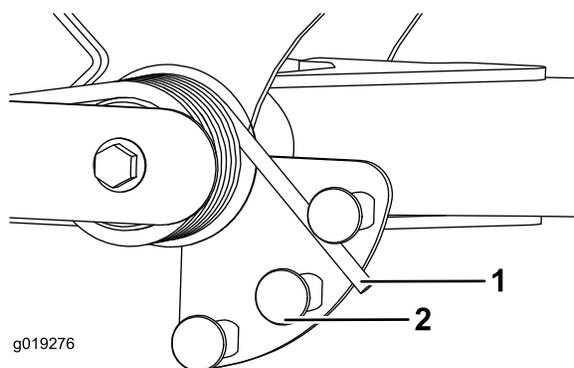

Рисунок 65
2. Вставьте трубу или аналогичный предмет в длинный конец пружины и поверните его вокруг пружинного привода в нужное положение (Рисунок 65).